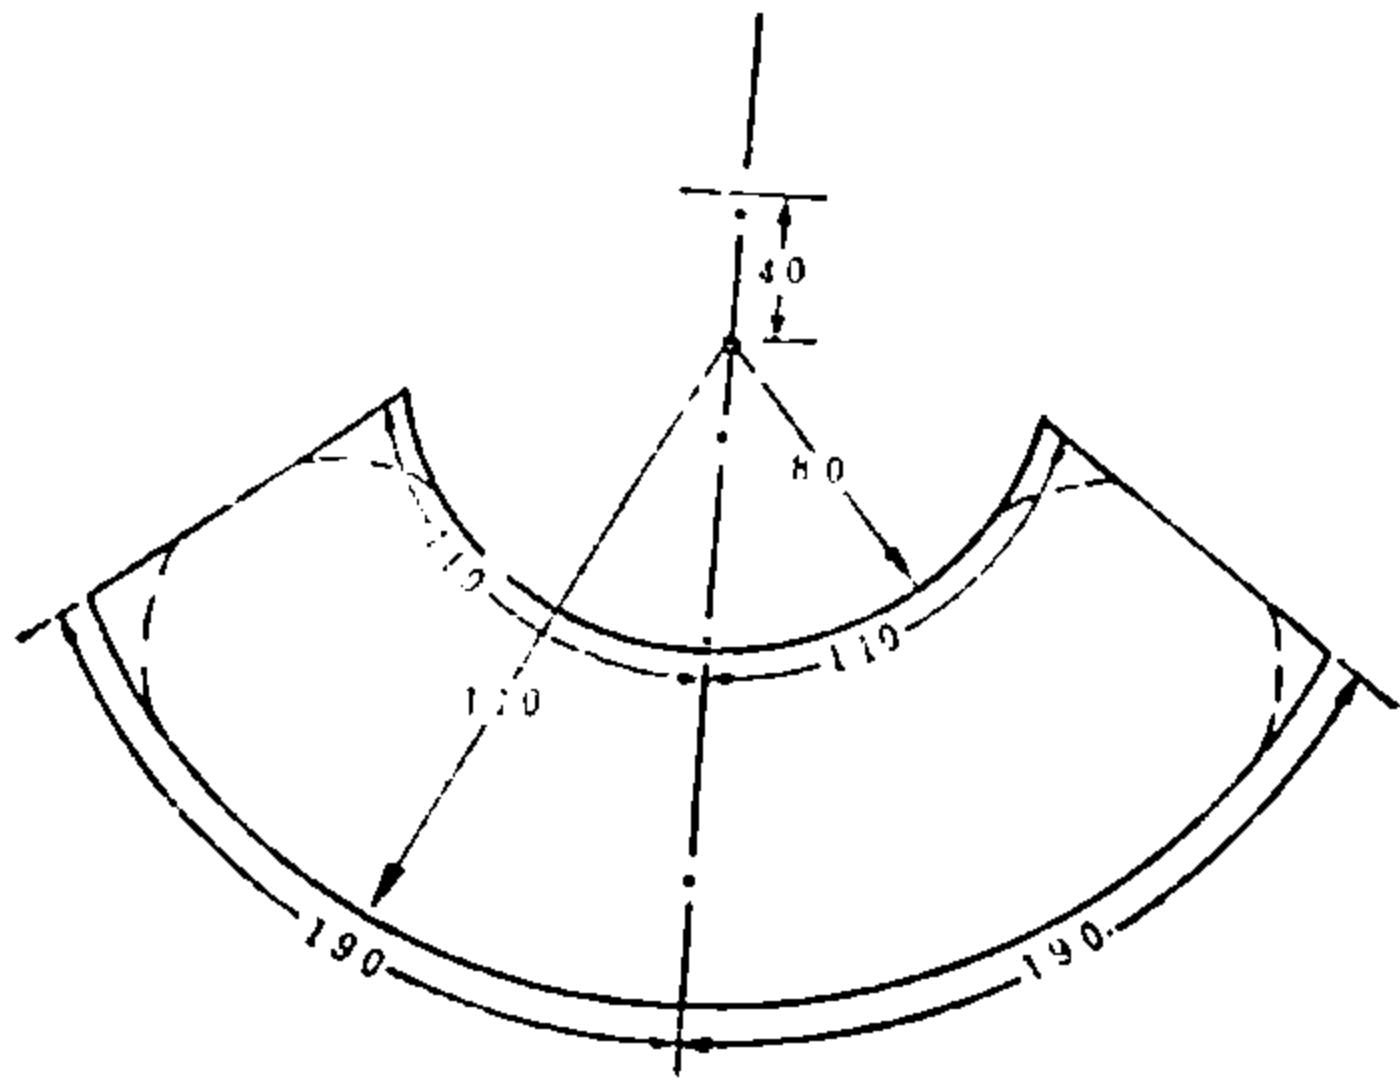

图16 立(跪)射机枪掩体经始图
**(四)立(跪)射机枪掩体的经始方法** 对正射向划一首线，在首线上取一基点，向后分别以80厘米和1.7米为半径划两条弧线，内弧长约2.2米，外弧长3.8米，并使首线两边的弧长相等。将两条弧线的端点连接，线内为除土部分。再从基点向前量40厘米划出枪座前沿（图16）。